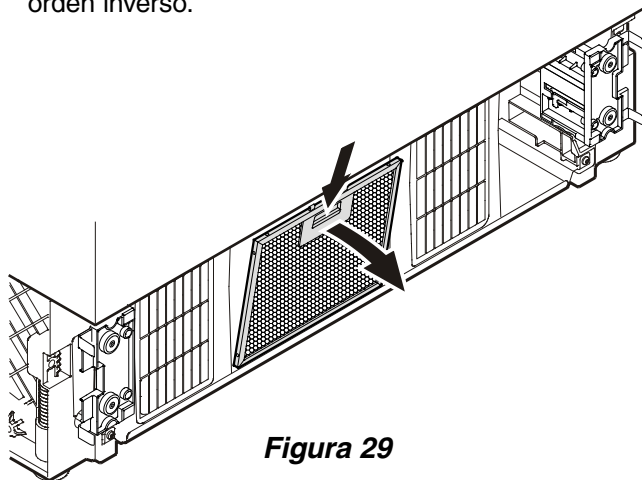

Figura 29
- Presione el botón del filtro de aire, inclínelo hacia adelante y retírelo - **Figura 29**.